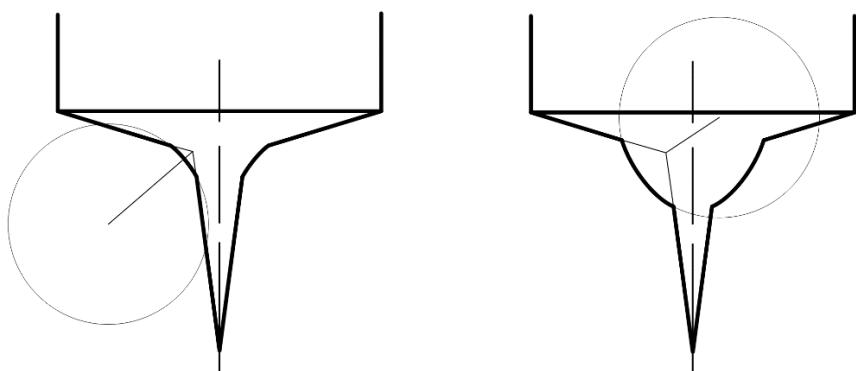

Рисунок 41 – Знак кривизны среза для внутреннего угла между образующими
2) Для внутреннего угла между образующими конусов (Рисунок 41) правило обратное: